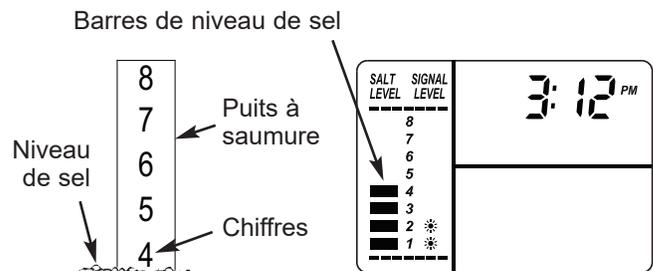

FIG. 24
2. L'échelle de niveau de sel, sur le puits à saumure situé à l'intérieur du réservoir, comprend des chiffres de 0 à 8 (voir figure 24). Repérez le chiffre le plus élevé ou le plus près du sel égalisé.
3. Appuyez sur le bouton RÉGLAGE DU NIVEAU DE SEL autant de fois que nécessaire pour que les barres de repère du niveau de sel dans l'affichage (voir figure 24) correspondent au chiffre sur le puits à saumure. Au niveau 2 ou moins, le voyant de « bas niveau de sel » se met à clignoter (consultez la page 13).